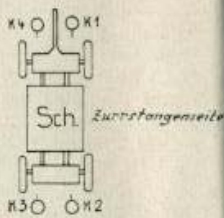

Abb. 48.
- §. 2 und 4 treten nach Abb. 48 an die Handturbeln zur Kettenwinde, entsichern sie, ziehen die Hubketten an und halten sie fest in dieser Lage.